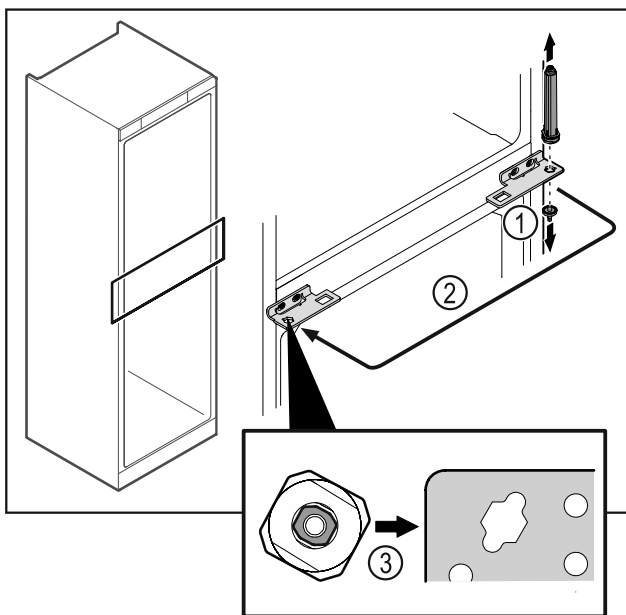

Fig. 49
- Відкрутити шарнірний палець Fig. 49 (1).
- Перемістити систему закриття дверей Fig. 49 (2).
- Під час встановлення слідкувати за правильною орієнтацією системи запирання дверей Fig. 49 (3).